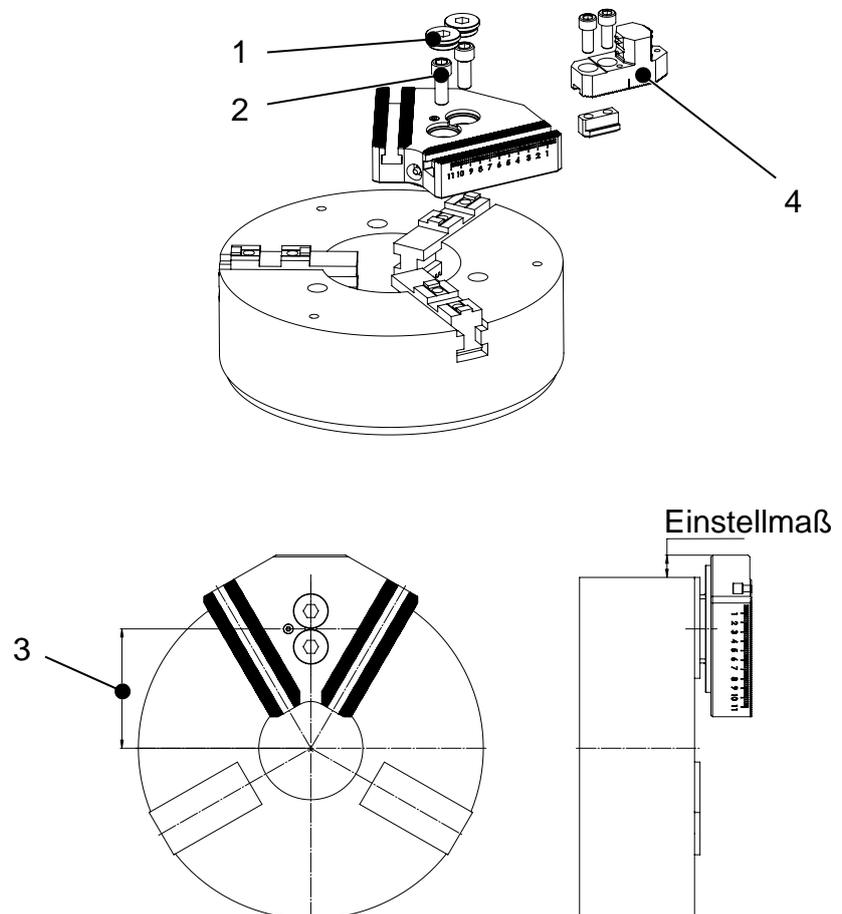

Abb. 3-2: Montage der INOZet® Pendelbrücken (Beispiel Kreuzversatz)
- Schritt 3** Lösen und entfernen Sie die Verschluss­schrauben (1, Abb. 3-2) und führen Sie die erste saubere Pendelbrücke ggf. mit Hilfe des Hebezeugs vorsichtig und langsam an das Spannfutter der Maschine heran.
Schritt 4 Beachten Sie zum Erreichen der idealen Spannposition (3, Abb. 3-2) unbedingt den futterspezifischen „Montagehinweis für IN-OZet®“ (auf einem separaten Blatt im Lieferumfang enthalten). Die Spannposition der Pendelbrücken liegt in der Regel immer in der Mitte des Hubes der Grundbacke. Abweichungen sind z. B. durch die Verzahnung auf der Grundbacke möglich.
Schritt 5 Drehen Sie die im Lieferumfang enthaltenen Befestigungsschrauben (2, Abb. 3-2) - Festigkeitsklasse 12.9 - ein und ziehen Sie sie wechselseitig fest an.
Schritt 8 Montieren Sie die Spannbacken (4, Abb. 3-2) mit Hilfe der Nutensteine auf den Pendelbrücken. Nutzen Sie die Skalierung an den Pendelbrücken und die Markierung an den Spannbacken als Einstellhilfe.